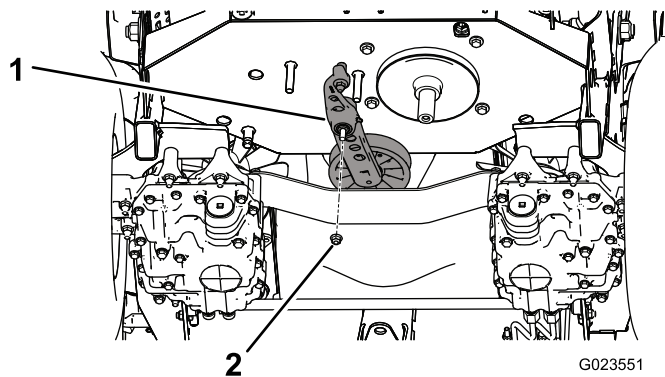

Figure 56
5. Retirez l'écrou qui fixe l'ensemble tendeur au cadre (Figure 56).